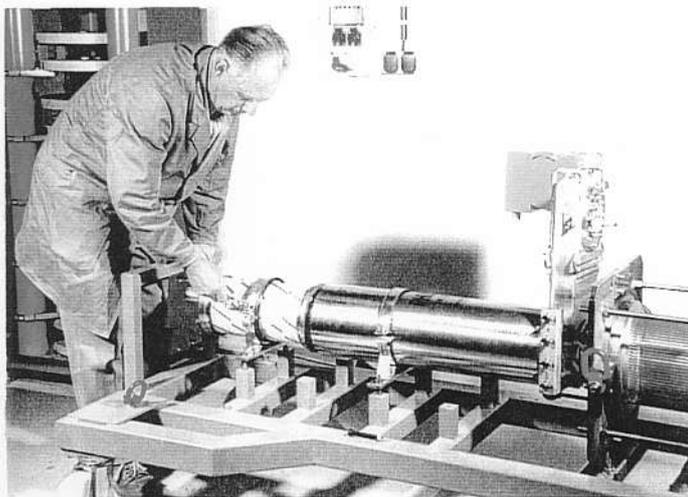

Abb. 11. Demontage der Schellen
- b) Entfernen Sie die Befestigungsschellen am Klystronbody und der Elektronenkanone (Abb. 11. und 12.).